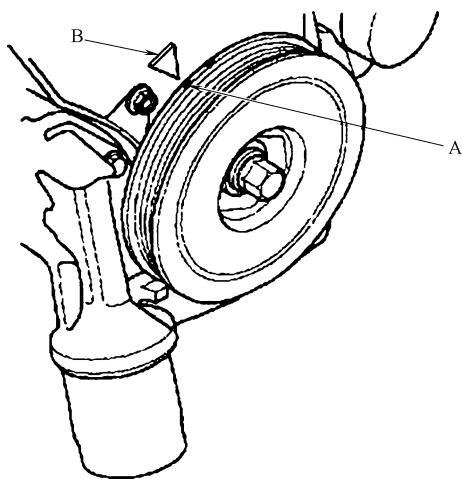

图 23-19 白色标记 A 与指针 B 对齐
- 14) 按照图 23-19 所示, 转动曲轴带轮, 使白色的标记 A 与指针 B 对齐。